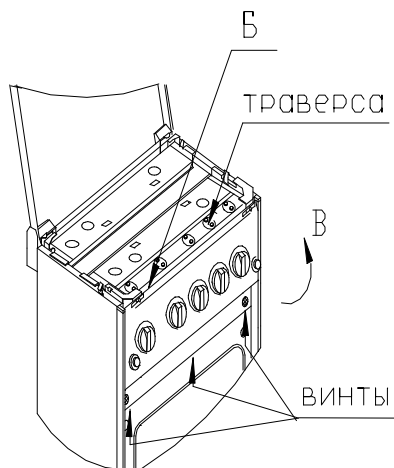

Рис. 6
6.2 Демонтаж панели управления плиты (рис.6).
Для того, чтобы снять панель управления (рис. 6), необходимо:
- с передней стороны духовки отвинтить винт крепления панели управления 105512 (рис.6) и снять панель;